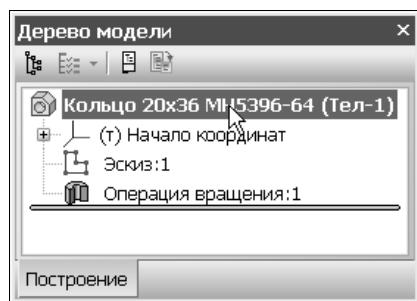

Рис. 9.97. Выделение наименования компонента в Дереве модели
1. Откройте файл с трехмерной моделью кольца. Выйдете в его свойства и в поле наименования введите Кольцо 20x36 МН5396-64. Сделайте активным первый пункт Дерева модели (рис. 9.97).